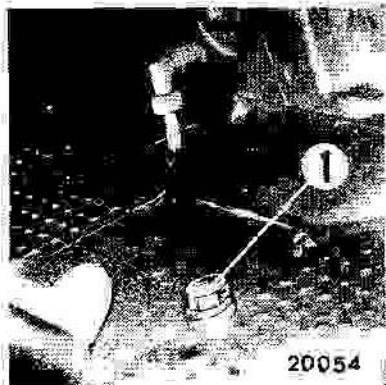

Bild 71
Zum Ölwechsel Ablassschrauben (Pfeile) herausdrehen. Das Triebwerk soll betriebswarm sein. Nach Ablauf des Öles Schraube wieder eindrehen (auf Dichtung achten) und Frischöl durch die Bohrung ① für den Meßstab einfüllen (Bild 71).